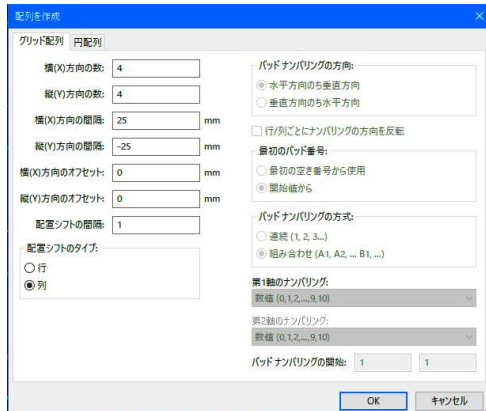

図10-3
「配列を作成」ダイアログが開きます。図10-3
- ④ グリッド配列に 横(X)方向の数 4 縦(Y)方向の数 4 横(X)方向の間隔 25mm 縦(Y)方向の間隔 -25mmを設定し [OK] をクリックします。図10-3